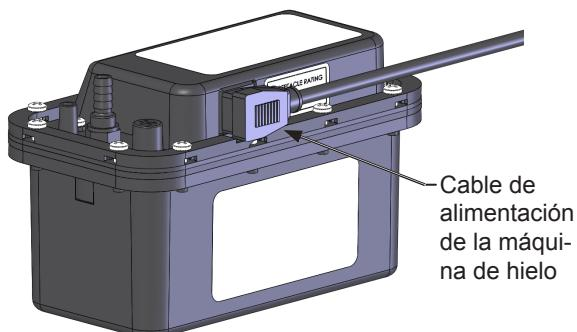

Figura 41
7. Desconecte el cable de alimentación de la máquina de hielo de la bomba de drenaje (vea la Figura 41).